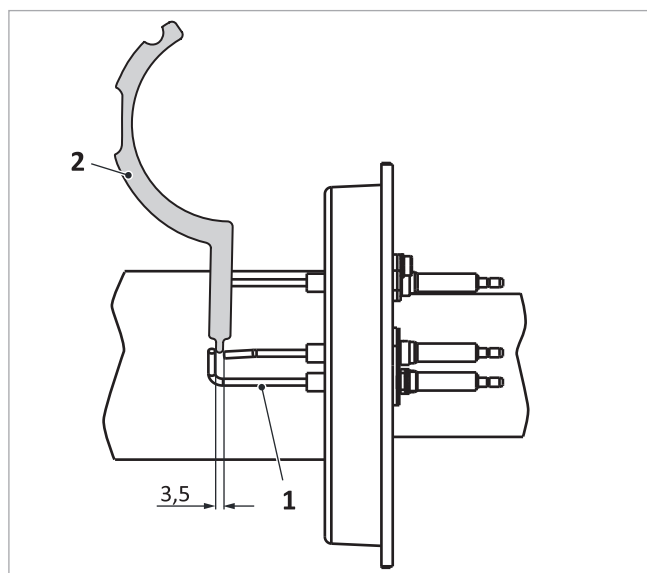

Fig. 136: distanza tra elettrodi e massa dell'elettrodo di accensione
- Verificare le distanze dell'elettrodo di ionizzazione con l'ausilio del calibro per elettrodi → fig. 136 (2) (even-
- elettrodi tra loro → fig. 136 (1): 3,5 mm